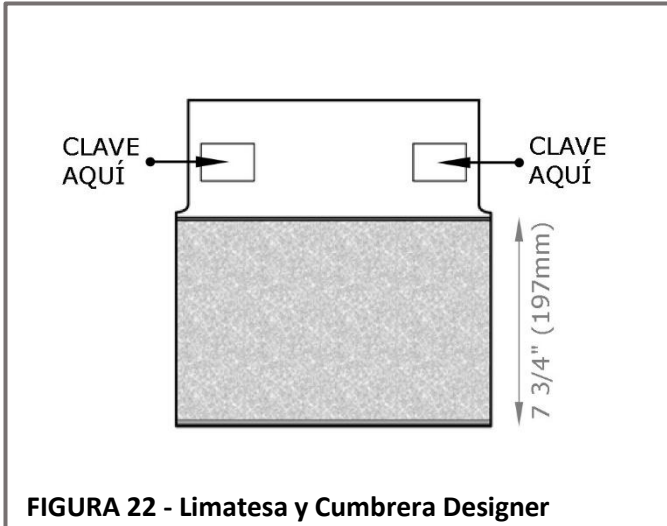

FIGURA 22 - Limatesa y Cumbre Designer
- Fije usando dos fijaciones, de un mínimo de **1 3/4" (44mm)** de longitud. Las fijaciones deben penetrar un mínimo de **3/4" (19mm)** en la cubierta o **1/8" (3.2mm)** a través de la cubierta. Instale las fijaciones a **1" (25mm)** del borde de las Tejas para Limatesa y Cumbre, en la zona de clavado indicada en cada teja. Vea la **Figura 22**.